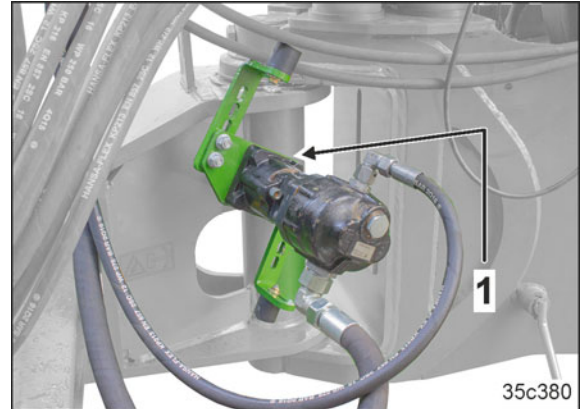

**Bild 143**
10. Säkra maskinhjulen med två stoppklossar (Bild 143/1)